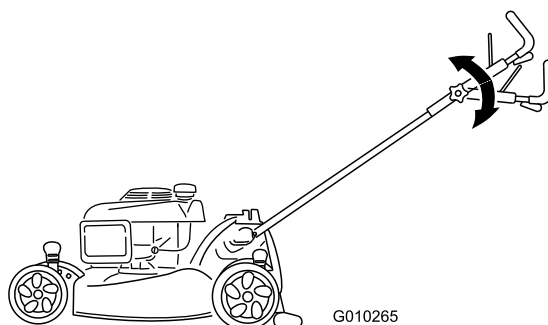

Figura 16
2. Mueva el manillar superior a la posición deseada (Figura 16).